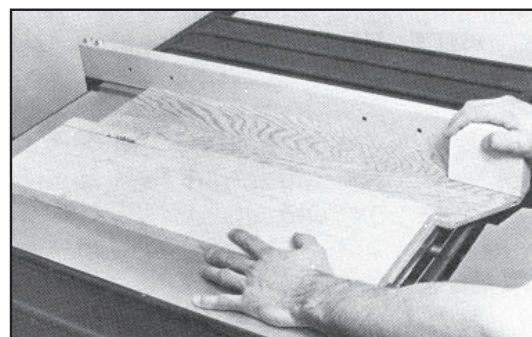
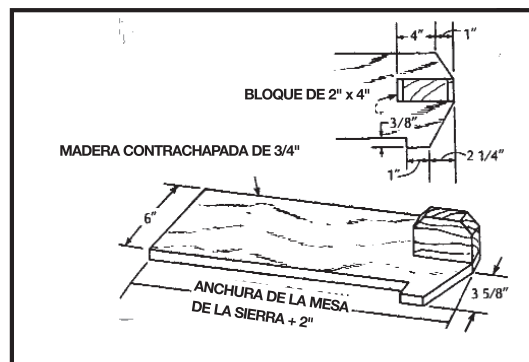

Fig. 42
Fig. 43
3. El corte longitudinal de piezas angostas puede resultar peligroso si no se hace con cuidado. Generalmente, las piezas angostas no pueden cortarse con la guarda en su lugar. Si la pieza de trabajo es muy corta, utilice una tabla para empujar. Cuando corta material de un ancho menor a 5 cm (2 pulgadas), una tabla plana para empujar es un accesorio provechoso, dado que las varas comunes pueden interferir con la guarda de la hoja. Cuando use una tabla para empujar, se debe sumar el ancho de ésta al ancho de la configuración de la posición de la guía de corte. Una tabla plana para empujar puede construirse como se ve en la Fig. 43 y debe utilizarse como se muestra en la Fig. 42.